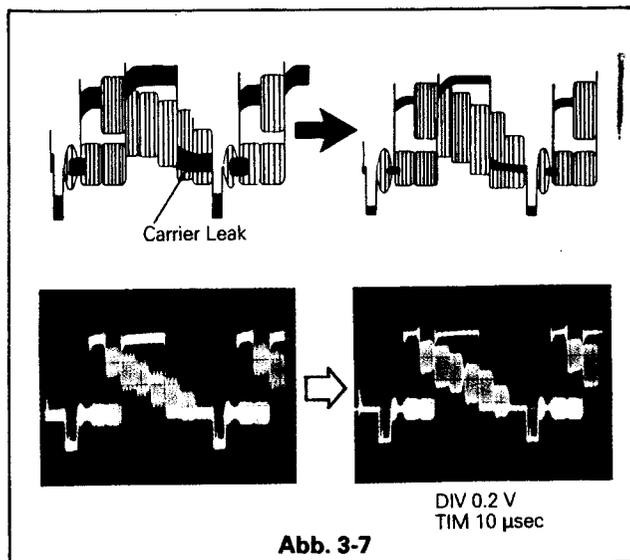

Abb. 3-7
3. Regeln Sie die Rest-FM mit VR6A1 auf Minimum. Siehe Abb. 3-7.